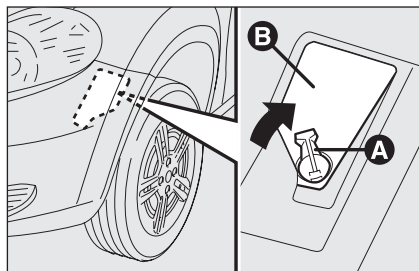

fig. 14
Anteriori fig. 14 - 15
- ruotare il dispositivo di bloccaggio **A**-fig. 14 come indicato dalla freccia, quindi utilizzare lo sportello di accesso **B**;
- richiudere lo sportello **B**-fig. 14 quindi ruotare il dispositivo di bloccaggio **A**.